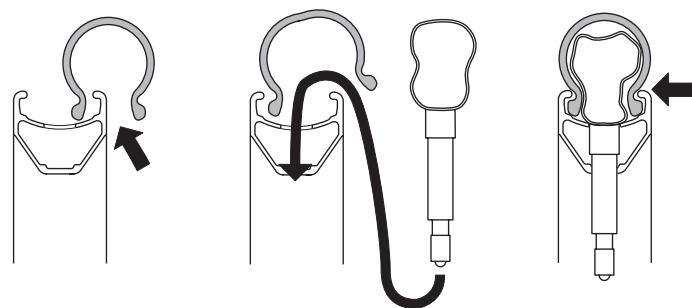

Fig. 1
- Insert one side of the clincher into the seat provided on the rim (Fig. 1).
- Eine Seite des Drahtreifens in den für ihn vorgesehene Sitz einführen (Abb. 1).
- Introduisez un côté du pneu dans le logement réservé à cet effet sur la jante (Fig. 1).
- Meter un lado de la cubierta en el asiento de la llanta (Fig. 1).
- Breng één zijde van de band aan rond de velg (fig. 1).